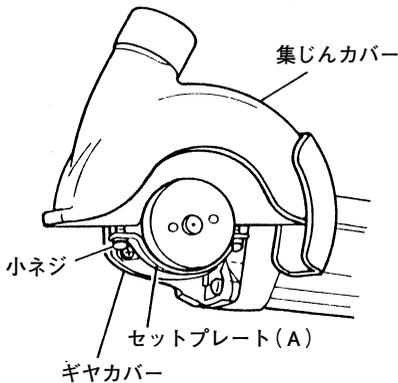

図 9
- (1) セットプレート(A)の小ネジ(2本)をゆるめ、ギヤカバーに取付けます。
- (2) 集じんカバーの角度を作業に合った位置にし、小ネジ(2本)を十分に締付け固定します。(図9)